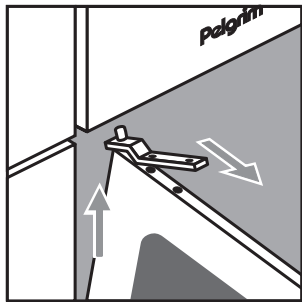

fig. 8a
- Demonteer het bovenscharnier door de 2 schroeven eruit te draaien. Til de deur uit het onderscharnier (zie fig. 8a).